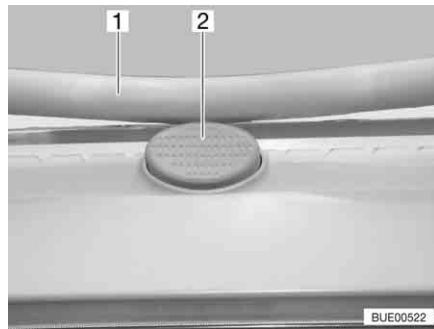

Fig. 116 Botón de seguridad en la claraboya Heki
- Pulsar el botón de seguridad (Fig. 116,2) y tirar la horquilla (Fig. 116,1) hacia abajo con ambas manos.
- Presionar el estribo hacia arriba con ambas manos hasta que la horquilla se encuentre encima del botón de seguridad (Fig. 116,2).